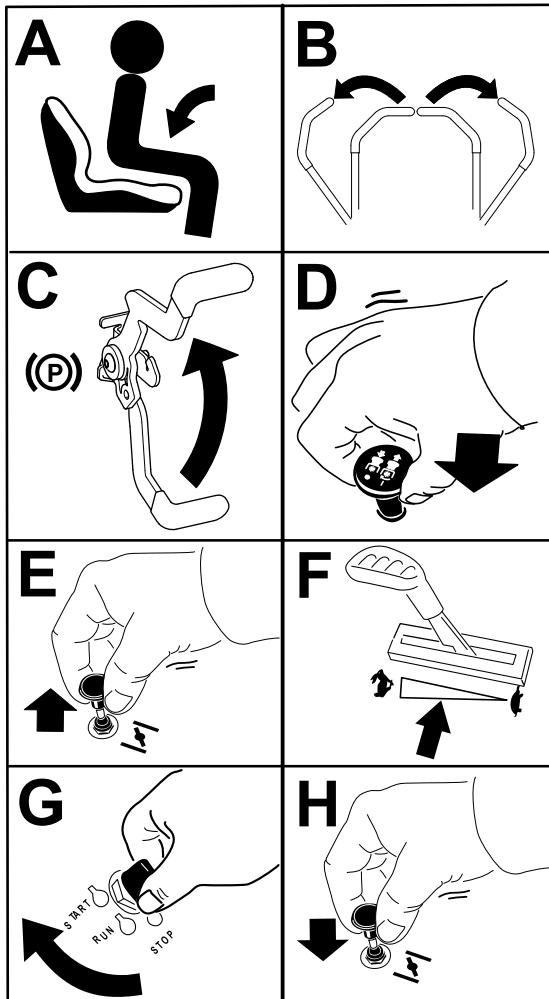

Figura 20
1. Desengate as lâminas através da deslocação do interruptor de controlo das lâminas na posição DESLIGAR (Figura 20).